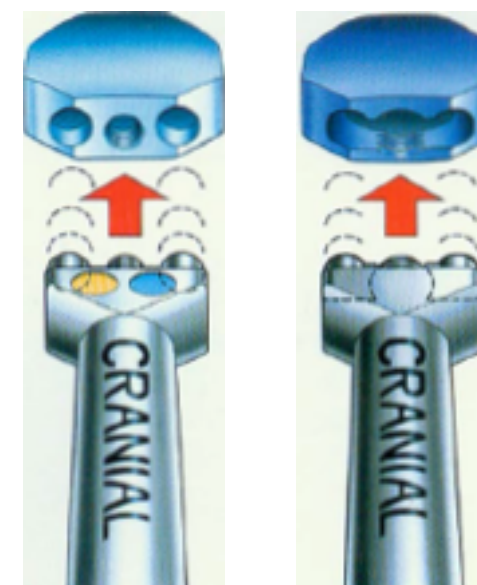

图 3a
- (弧形 Cage 适用于健康的终板，安装时保证弧形突起向上，楔形 Cage 适用于退变终板，无正反之分) (图 3a)。